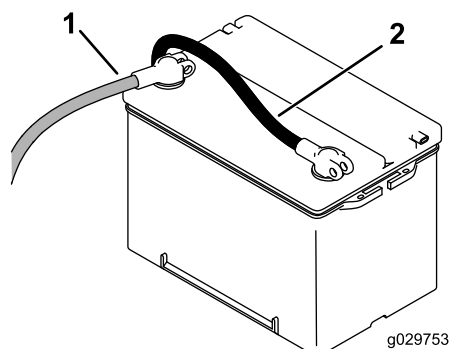

Рисунок 50
- Чтобы отключить электропитание от машины, поверните выключатель массы аккумуляторной батареи против часовой стрелки в положение «ВЫКЛ.» (OFF) (Рисунок 50).
6. Подсоедините положительный кабель (красный) к положительной клемме (+), а затем отрицательный кабель (черный) – к отрицательной (–) клемме аккумуляторной батареи (Рисунок 50).